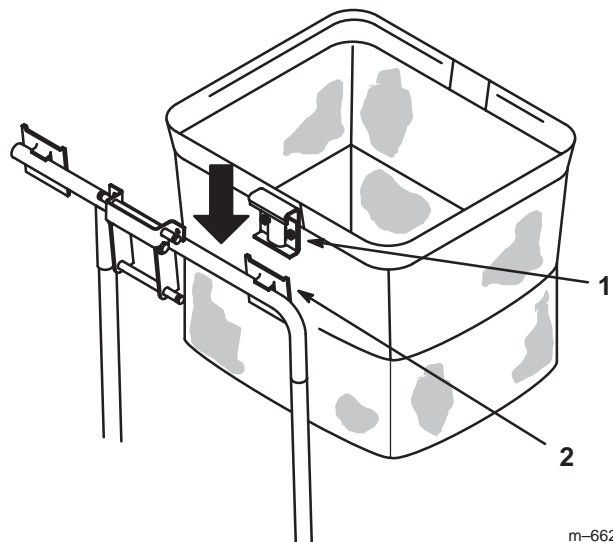

Bild 7
2. Setzen Sie die Grasfangkörbe ein. Schieben Sie die Korbhaken auf die Befestigungshalterungen (Bild 7).